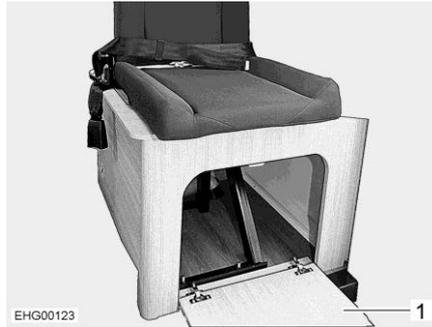

Bild 32 Truhengestell (geöffnet)
- Klappe (Bild 32,1) am Truhengestell nach unten klappen.